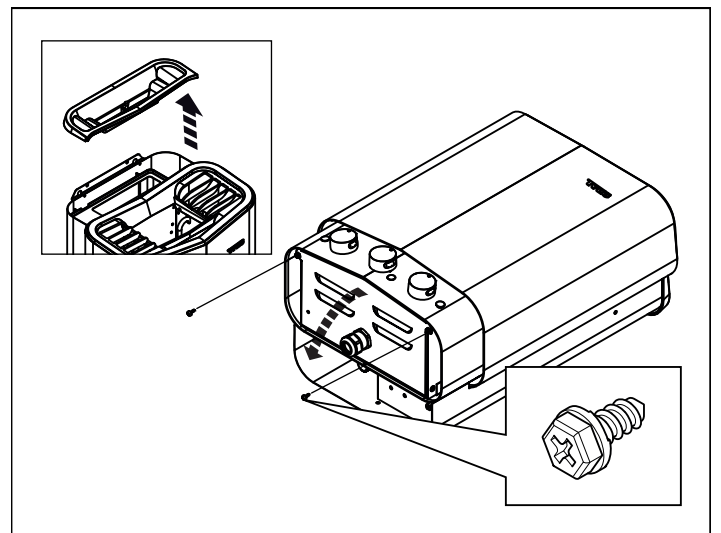

Abbildung 5: Abnehmen/Anbringen der Abdeckung
1. Entfernen Sie die Abdeckung des Wasserbehälters und legen Sie die Heizung so auf den Boden, dass die Vorderseite nach oben zeigt (siehe Abbildung 5).
2. Drehen Sie die Schrauben heraus und entfernen Sie die Abdeckung (siehe Abbildung 5).
4. Schließen Sie die Abdeckung und ziehen Sie die Schrauben fest (siehe Abb. 5).